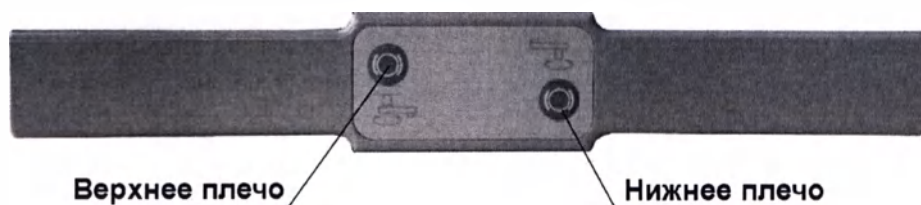

Рис. 4 Расположение кнопок управления пневмотормозами
6.3. Несущая труба служит для соединения потолочного крепления с поворотным плечевым механизмом консоли, а также проводки (внутри нее) шлангов подачи медицинских газов и проводов электромонтажа. Поворотное плечо консоли имеет пневматический тормоз, расположенный в торцевой части плеча со стороны поворотного механизма плеча (см. Рис. 11) Выключение тормоза при необходимости смены положения приборной колонны производится нажатием кнопки управления, расположенной на нижней приборной полке см. Рис. 1, Рис. 4). Плечо консоли имеет возможность поворота вокруг оси крепления до 330°, что обеспечивает удобную установку местоположения приборной колонны. Поворот на угол более 330° ограничивается стопором